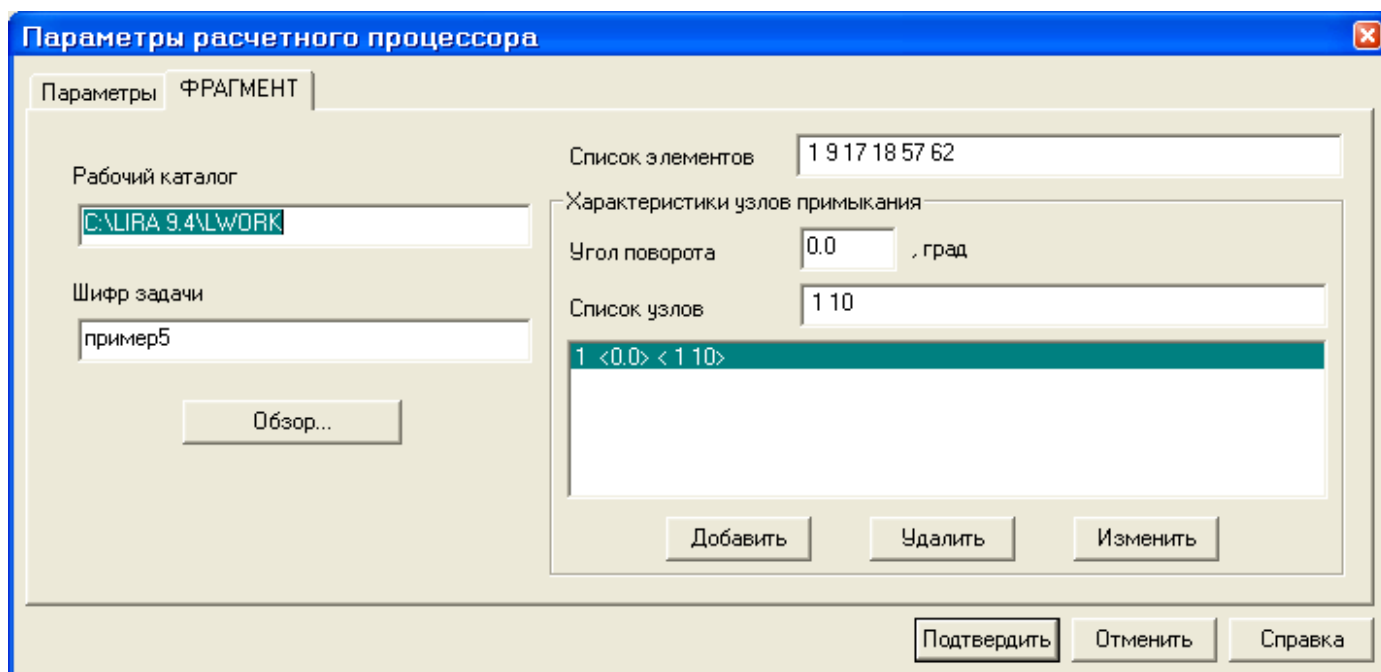

Рис.5.30. Диалоговое окно Параметры расчетного процессора
- В появившемся диалоговом окне **Параметры расчетного процессора** (рис.5.30) щелкните по кнопке **Подтвердить**.